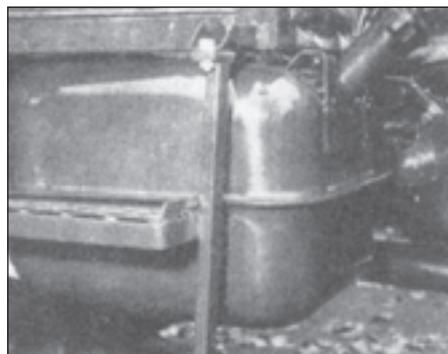

Fig. 146
- 70 litres pour les tracteurs Z 6211 à Z 7245 Horal et Z 7711, Z 7745 (fig. 146)